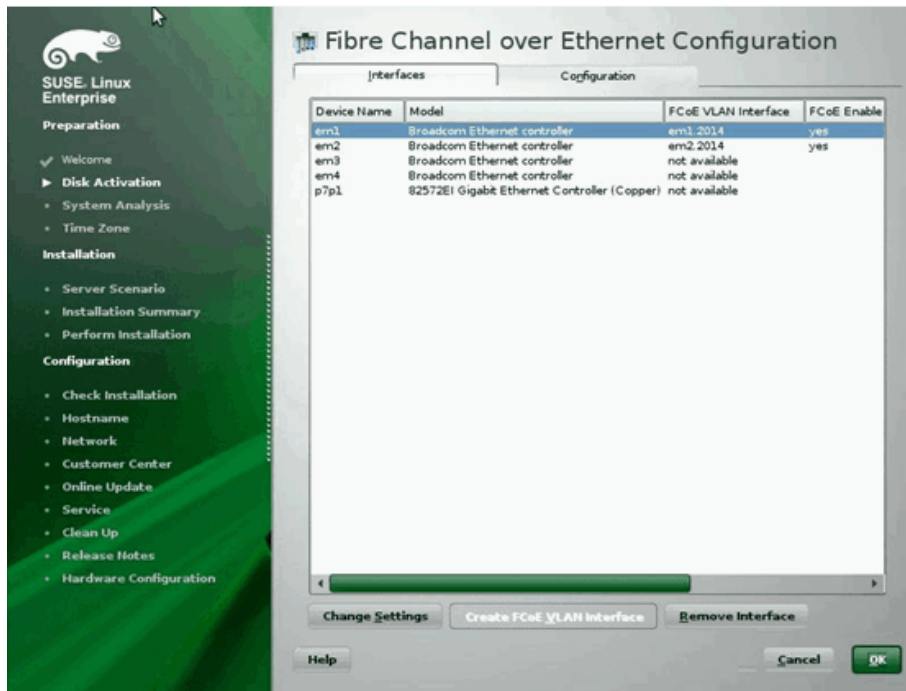

図 14-17. FCoE インタフェースの設定
8. すべてのインタフェースの設定が完了したら、**OK** をクリックして次に進みます (図 14-17)。